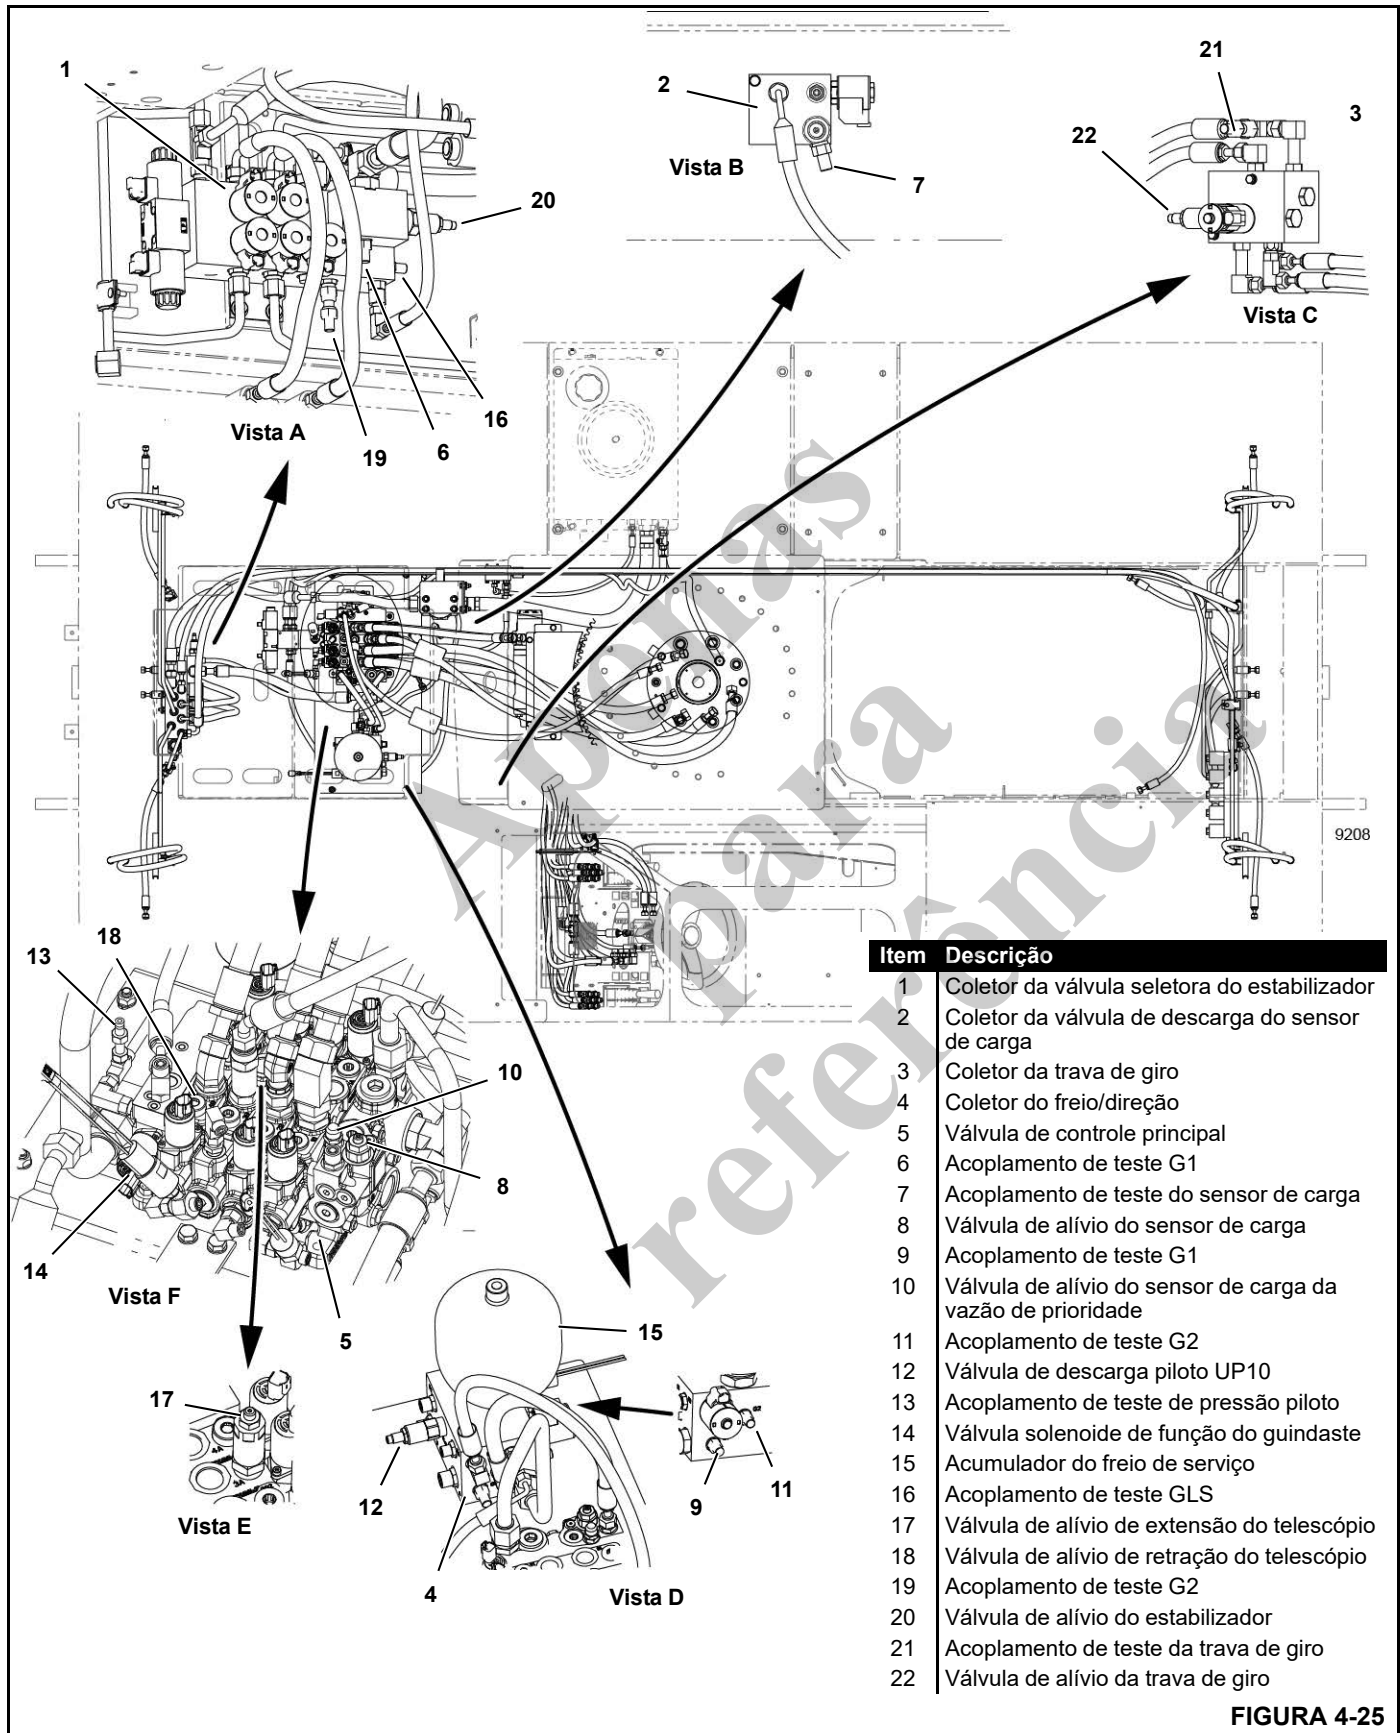

FIGURA 4-25
**NOTA:** As válvulas mostradas nas Vistas A, D, E e F (Figura 4-25) podem ser acessadas removendo as placas de cobertura do tabuleiro do transportador.
2. Fixe o manômetro no acoplamento de teste G1 (6, Vista A, Figura 4-25).
2. Fixe o manômetro no acoplamento de teste do sensor de carga (7, Vista B, Figura 4-25).
- a. Solte a contraporca na válvula de alívio do sensor de carga (8, Vista F, Figura 4-25).
2. Fixe o manômetro no acoplamento de teste G1 (9, Vista D, Figura 4-25).
4. Remova a porca cega da válvula de alívio do sensor de carga do fluxo prioritário (10, Vista F, Figura 4-25).
8. Fixe o manômetro no orifício de teste G2 (11, Vista D, Figura 4-25).
9. Solte a contraporca na válvula de descarga piloto UP10 (12, Vista D, Figura 4-25).
- Se as pressões corretas não forem obtidas, ajuste a válvula de descarga piloto UP10 (12). A rotação no sentido horário aumenta a pressão.
2. Fixe o manômetro no acoplamento de teste de pressão piloto (13, Vista F, Figura 4-25).
6. Se a leitura de pressão não estiver correta, verifique a corrente para a válvula solenoide de alimentação das funções do guindaste (14, Vista F, Figura 4-25).
O acumulador do freio de serviço (15, Vista D, Figura 4-25) deve receber manutenção por um técnico qualificado que seja treinado e esteja completamente familiarizado com os procedimentos de carga do acumulador.
2. Fixe o manômetro no acoplamento de teste GLS (16, Vista A, Figura 4-25).
- Solte a contraporca na válvula de alívio de extensão do telescópio (17, Vista E, Figura 4-25).
- d. Se a leitura de pressão não estiver correta, tome ações corretivas. A válvula de alívio de retração do telescópio (18, Vista F, Figura 4-25) não é ajustável.
2. Fixe o manômetro no acoplamento de teste G2 (19, Vista A, Figura 4-25).
- a. Solte a contraporca na válvula de alívio do estabilizador (20, Vista A, Figura 4-25).